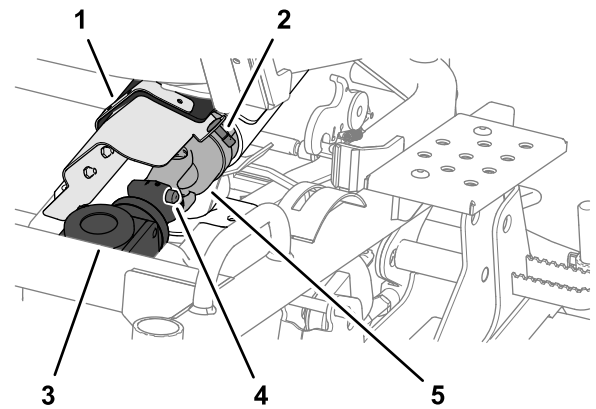

Figure 112
1. Tournez la fixation quart-de-tour et ouvrez le couvercle du cardan sur le protège-courroie (Figure 112).
2. Détachez l'extrémité avant de l'arbre de transmission du boîtier d'engrenages du plateau de coupe en appuyant sur la goupille rappelée par ressort, puis en tirant l'extrémité de l'arbre en arrière (Figure 112).
1. Alignez les cannelures du cardan de l'arbre de transmission et celles du boîtier d'engrenages ; voir Figure 112 sous Désaccouplement de l'arbre de transmission du boîtier d'engrenages du plateau de coupe (page 81).
2. Appuyez sur la goupille rappelée par ressort et poussez l'extrémité de l'arbre de transmission en avant ; voir Figure 112 sous Désaccouplement de l'arbre de transmission du boîtier d'engrenages du plateau de coupe (page 81).
3. Relâchez la goupille rappelée par ressort et vérifiez que le cardan de l'arbre de transmission est verrouillé dans le boîtier d'engrenages du plateau de coupe ; voir Figure 112 sous Désaccouplement de l'arbre de transmission du boîtier d'engrenages du plateau de coupe (page 81).
4. Fermez le couvercle du cardan et fixez-le au protège-courroie à l'aide de la fixation quart-de-tour ; voir Figure 112 sous Désaccouplement de l'arbre de transmission